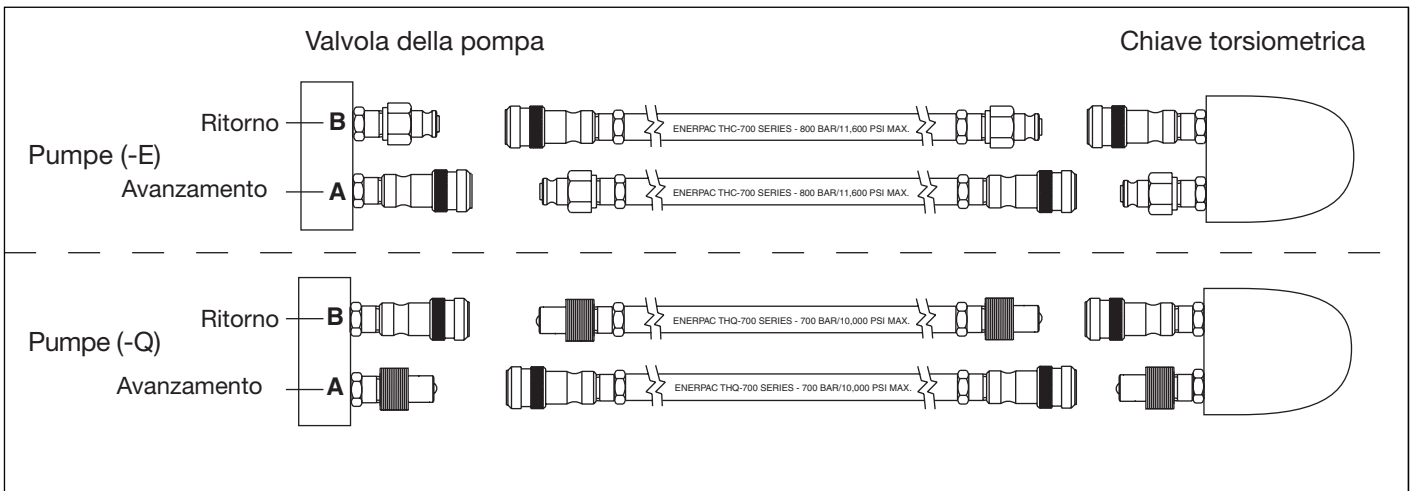

Figura 5, Dettagli del tubo flessibile
Collegare i tubi flessibili come mostrato in figura 5.
2. Pompa (-Q) per le chiavi torsionometriche S e W dell'Enerpac e di altre marche. Usare i tubi flessibili marcati "Enerpac THQ-700 series - 700 bar/10,000 psi max." Gli accoppiatori debbono essere polarizzati come in figura 5 per il corretto funzionamento della chiave torsionometrica. Accertarsi che gli accoppiatori siano completamente inseriti e stretti prima di lavorare. Un inserimento solo parziale dell'accoppiatore impedirà il corretto funzionamento della chiave torsionometrica.